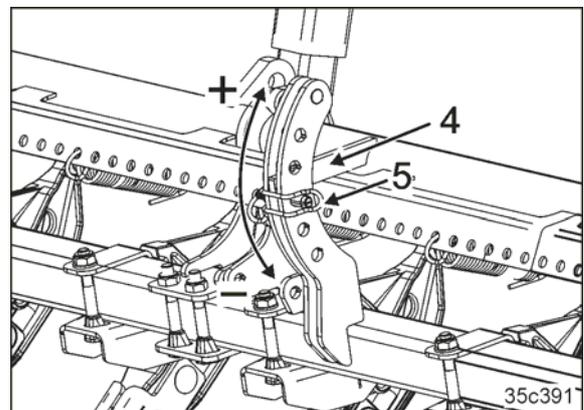

Fig. 189
5. Enfoncer l'axe dans un trou souhaité en dessous du levier (Fig. 189/4) et le sécuriser (Fig. 189/5).
6. Plus l'axe est placé en haut de la coulisse (Fig. 189/1+), plus la pression du recouvreur FlexiDoigts sera élevée.